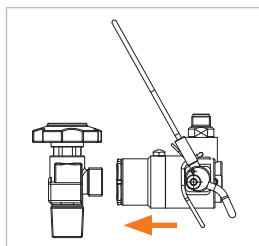

Figure 8
- ▶ Insérez le connecteur droit et sans forcer jusqu'au contact hermétique net sur la vanne de la bouteille (Figure 8). Le joint frontal est ainsi préservé des dommages causés par d'éventuels bords saillants de la vanne de la bouteille et un bon raccordement est garanti.